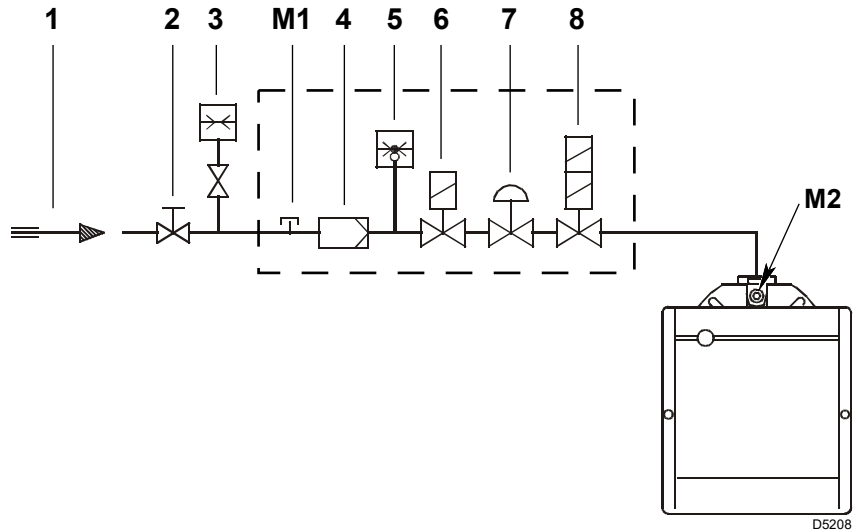

Fig. 15
Leyenda (Fig. 15)
Presión del gas medida en la toma M2) (Fig. 15). con:
- sustraer de la presión del gas en la toma M2) (Fig. 15) la presión cámara de combustión.
$$\begin{aligned} \text{Presión del gas en la toma (M2) (Fig. 15)} &= 12,2 \text{ mbar} \\ \text{Presión cámara de combustión} &= 2,2 \text{ mbar} \\ 12,2 - 2,2 &= 10,0 \text{ mbar} \end{aligned}$$
Para conocer la presión del gas necesario en la toma M2) (Fig. 15), fijada la potencia máxima de modulación a la cual se desea que funcione el quemador:
- Leer a la derecha, columna 1, la presión en la toma M2) (Fig. 15).
presión necesaria en la toma M2) (Fig. 15).